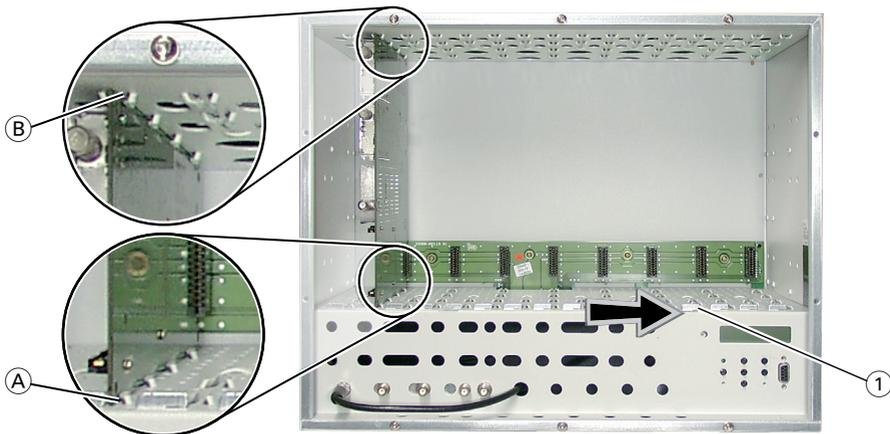

Abb. 3
- DVB-S2-QAM-Modul in die Führungsnuten (A) und (B) eines freien Steckplatzes (mit Kontaktleiste auf der Platine an der Rückwand) einsetzen (Abb. 3) und mit leichtem Druck soweit in die Kopfstation schieben, dass der Kontakt zur Platine an der Rückwand hergestellt ist.
- Modulverriegelung ① (Abb. 3) nach der Montage des DVB-S2-QAM-Moduls in Pfeilrichtung schließen.